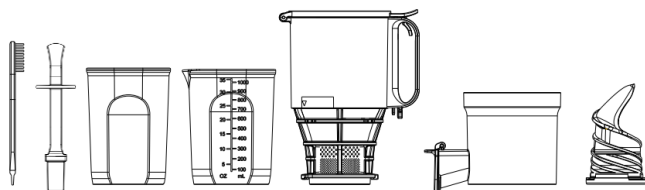

Fig10
2. Lavare le parti smontate (Fig. 10) con acqua . Se le maglie sono intasate di pasta, utilizzare la spazzola di pulizia in dotazione per rimuovere i residui.